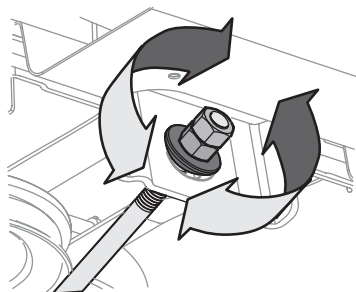

Figura 21
- Para **eleva**r el frente de la plataforma, afloje la tuerca exterior y luego apriete (rosca hacia adentro) la tuerca contra el soporte de suspensión delantera. Consulte la Figura 21. Cuando se logre el ajuste correcto, vuelva a apretar la tuerca exterior hasta 25-30 pies-libras (33.9-40.7 N-m).
- Para **baja**r el frente de la plataforma, afloje la tuerca exterior y luego afloje (rosca hacia afuera) la tuerca, alejándola del soporte de suspensión delantera. Consulte la Figura 21 en la página 15. Cuando se logra el ajuste correcto, vuelva a apretar la tuerca exterior.